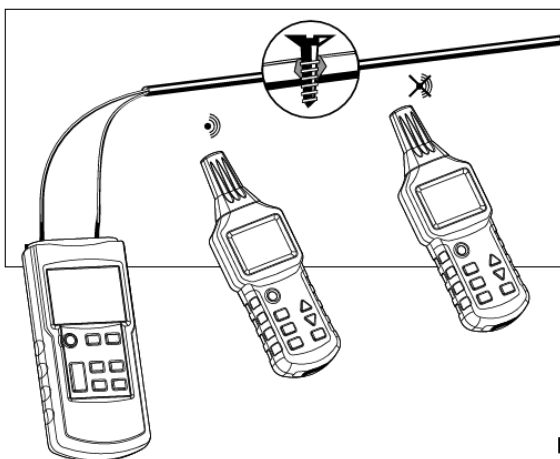

Fig. 3-2-3
- Schließen Sie den Transmitter gemäß Fig. 3-2-3 an.